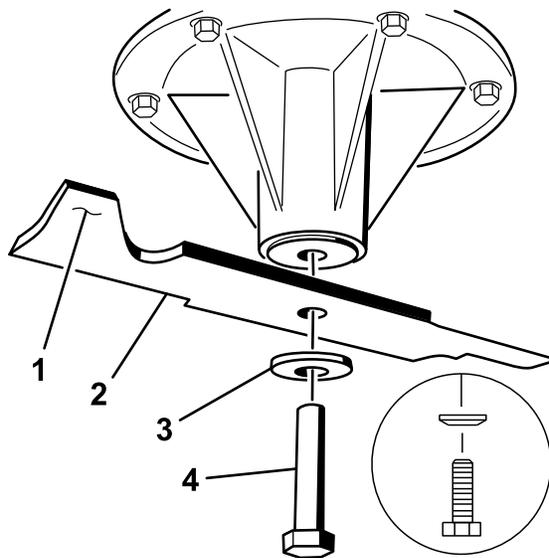

Figure 106
2. Enlevez de l'axe, le boulon, la rondelle bombée et la lame (Figure 106).
1. Placez la lame sur l'axe (Figure 106).
2. Montez la rondelle bombée et le boulon de lame (Figure 106).